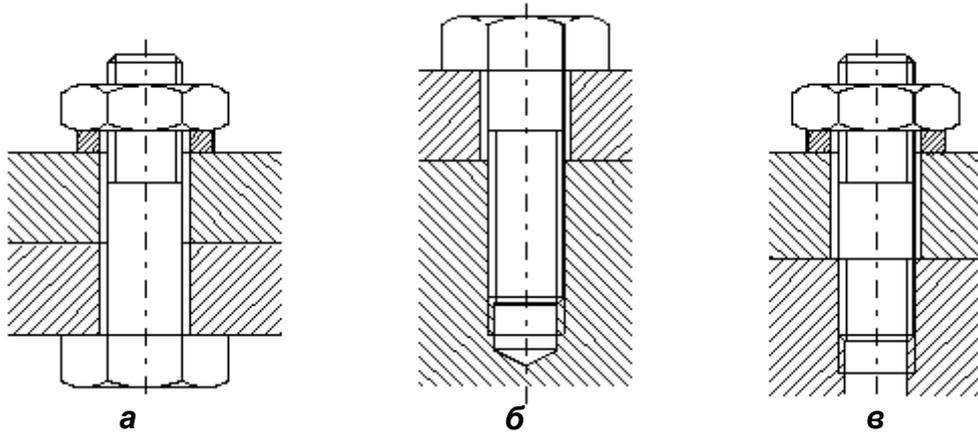

Рисунок 5.7
**Винтовая пара.** На практике применяются три принципиально различные конструктивные схемы установки деталей крепления (рисунок 5.7 а–с).
Типы резьбовых соединений. Прежде всего, это крепление винтом и гайкой (иногда пара винт - гайка называется болтом). Винт представляет собой стержень с головкой и одним резьбовым концом. Такой тип крепления используется для сборки деталей малой толщины (рисунок 5.7 а).
В том случае, если одна из собираемых деталей имеет большие линейные размеры, то рекомендуется использовать соединение винтом (рисунок 5.7 б). Как правило, винты устанавливаются в отверстие с зазором. В этом случае гайкой служит та часть одной из соединяемых деталей, на которой нарезана резьба.
на другом конце на шпильку навинчивается гайка (рисунок 5.7 в). Таким образом, шпилька постоянно находится в отверстии, и даже при частых сборке и разборке разрушения витков резьбы не произойдет.